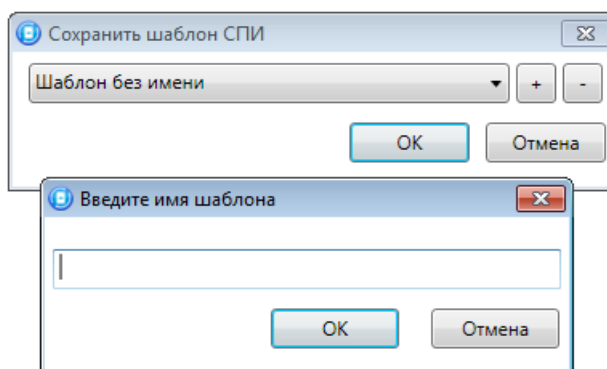

Рис. 6.3. Сохранение шаблона
- *Сохранить шаблон настроек:* открытие окна *Сохранить шаблон СПИ* (Рис. 6.3), с помощью которого можно сохранить конфигурацию СПИ контроллера в качестве шаблона.